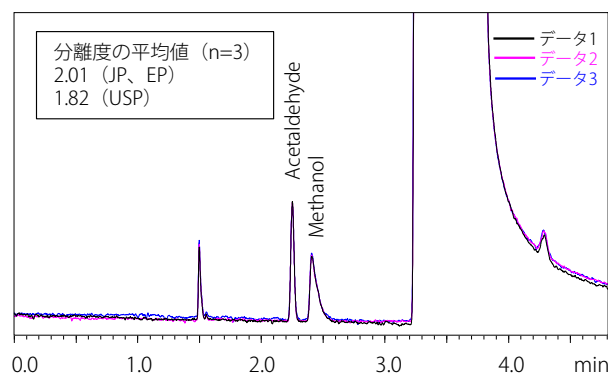
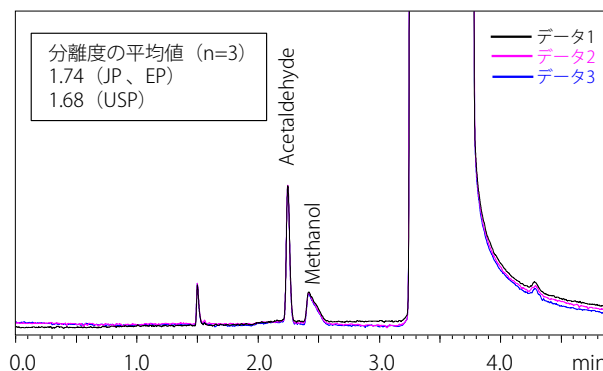

図 1 無水エタノール 標準溶液 (2) のクロマトグラム (3 回連続分析の重ね合わせ)
図 2 消毒用エタノール 標準溶液 (2) のクロマトグラム (3 回連続分析の重ね合わせ)
表 1 の条件で操作するとき、「標準溶液 (2) 1 μL につき、アセトアルデヒド、メタノールの順に流出し、その分離度は 1.5 以上である」と規定されています。図 1、図 2 のクロマトグラムにおいて、アセトアルデヒドとメタノールの分離度はいずれの薬局方の計算法においても 1.5 以上でした。